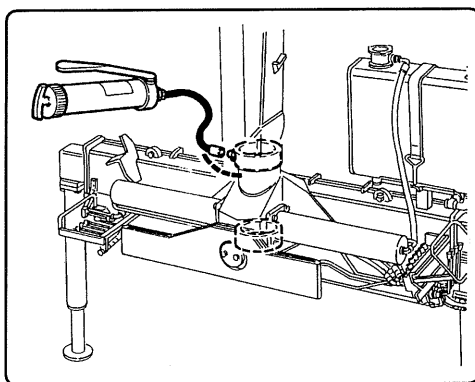

fig. 8.13.2
8.5.4 - Ingrassaggio boccole rotazione (fig. 8.13.2)
8.5.4 - Greasing the slewing system bushing (fig. 8.13.2)